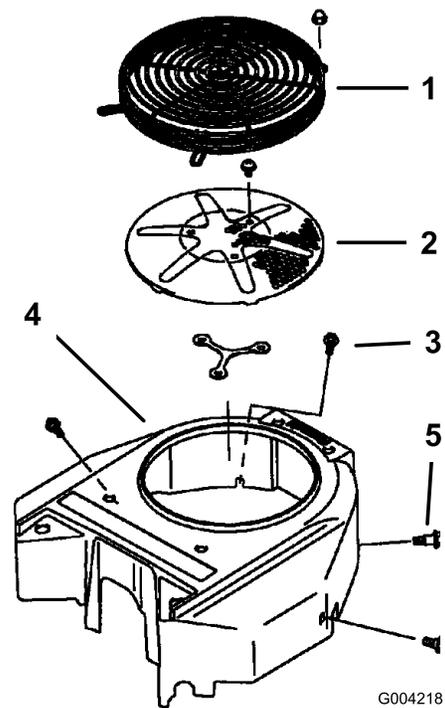

Figure 75
Avant chaque utilisation, enlevez l'herbe, les saletés et autres débris éventuellement accumulés sur la grille du moteur. Cela permet d'assurer un refroidissement et un régime moteur correct, et réduit les risques de surchauffe et de dégâts mécaniques du moteur (Figure 75).
3. Retirez la grille d'entrée d'air, le lanceur et le boîtier du ventilateur (Figure 75).
5. Remettez la grille d'entrée d'air, le lanceur et le boîtier du ventilateur (Figure 75).